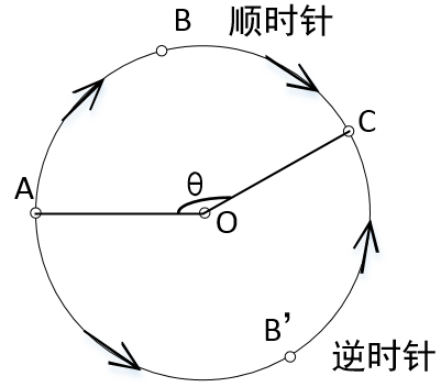

图 8.5 目标角度圆弧插补模式
4) Circle\_Mode=3，表示目标角度模式，如图 8.5 所示。